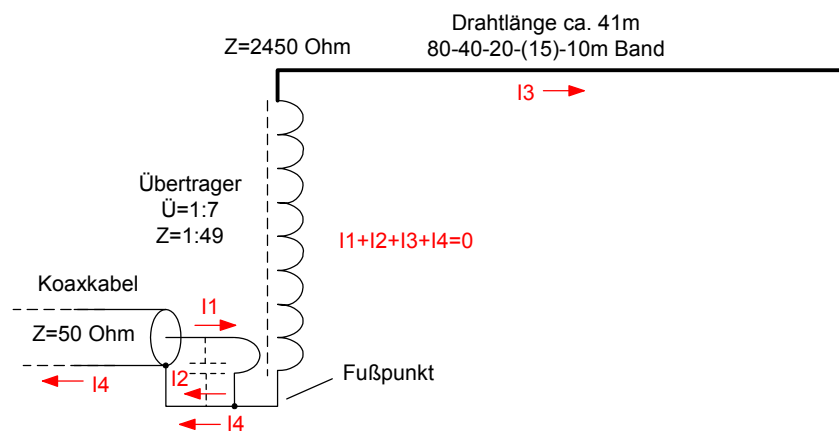
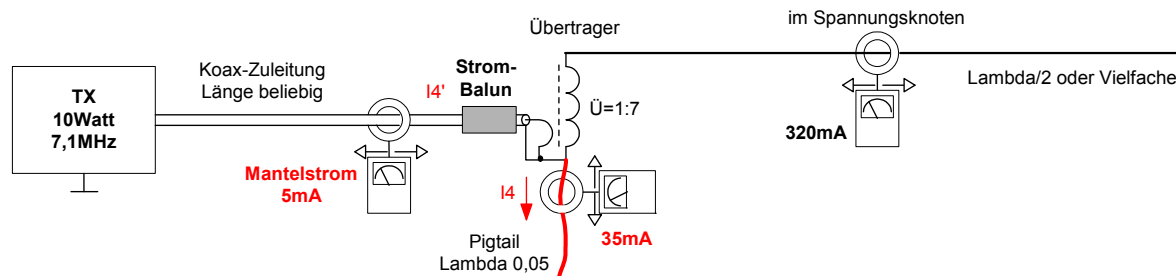
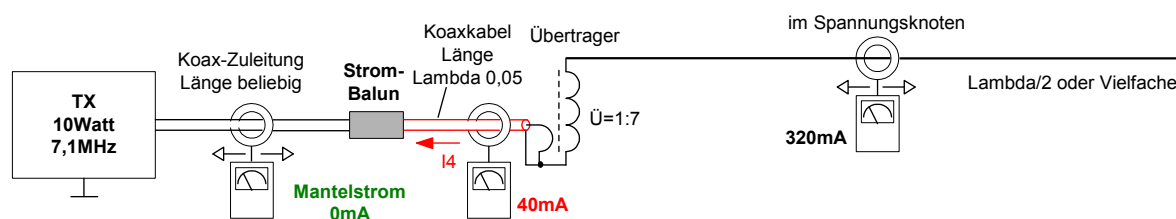

Bild 1: Prinzip einer HyEndFed-Antenne mit Resonanzen auf 80, 40, 20, 15 und 10m (4)
Bild 12: Pigtail plus Mantelwellensperre am Eingang des Übertragers
Bild 13: Koaxkabel ($\lambda 0,05$) als Gegengewicht zwischen Mantelwellensperre und Übertrager
Endgespeiste Multiband-Antennen (HyEndFed) sind sehr beliebt und mittlerweile weit verbreitet. Die Antennen sind einfach im Aufbau, werden von einem Ende aus gespeist und sind je nach Länge auf allen KW-Bändern resonant. Bild 1 zeigt den typischen Aufbau einer HyEndFed. Ein breitbandiger Übertrager mit $\dot{U}=1:7$ (oder 1:8) transformiert das 50Ω Signal des TRX auf eine hohe Impedanz von 2450 (3200)Ω und speist damit einen Antennendraht der Länge $\lambda/2 \times n$. Ist das Draht ca. 40 lang, befindet sich die Antenne in Resonanz auf 80m als Halbwellenstrahler, auf 40m als Ganzwellenstrahler, auf 20m mit 2λ und auf 10m mit 4λ . Auf all diesen Bändern ist die Antenne im Speisepunkt hochohmig und angepasst, die Wellenausbreitung beginnt und endet in einem Spannungsbauch. Eine Abstimmung über Matchbox ist nicht erforderlich. Der Kondensator (150pF) im Primärkreis dient zur Kompensation der Sekundärkapazität und hat auf die Resonanzen keinen Einfluss.
Nach Angaben von Herstellern (1), benötigt die HyEndFed-Antenne im Fußpunkt keine Erdung oder Gegengewicht. Die Praxis zeigt, dass die Antenne, je nachdem wie und wo sie aufgebaut ist, entweder problemlos funktioniert oder auch nicht. Aufgrund der unzureichenden Symmetrierung am Einspeisepunkt der Antenne, entsteht ein Ausgleichsstrom (I4), der über die Kurzschlussverbindung zwischen Primär- und Sekundärspule (Bild 1) auf die Abschirmung des angeschlossenen Koaxkabels abfließt und dadurch Mantelwellen produziert. Wären die Spulen im Fußpunkt nicht miteinander verbunden, müsste die Antenne über ein separates, zusätzliches Gegengewicht verfügen, ansonsten
Erst wenn man zusätzlich einen hochinduktiven Strombalun direkt vor den Eingang des Übertrager schaltet (Bild 12, 4), sperrt dieser die Gleichtaktströme auf der Leitung, so dass der größte Teil des Ausgleichsstroms über das Pigtail abfließen kann und die Koaxleitung anschließend fast frei von Mantelwellen ist. Ein kleiner Nachteil dieser Konfiguration ist, dass die Sperrdämpfung (Induktivität) des Strombaluns sehr hoch sein muß, weil er an der hochohmigen Stelle der Antenne platziert ist. Aufgrund des endlich hohen Widerstands eines Strombaluns (bis 10kΩ), fließt deswegen immer noch ein geringer Mantelstrom von ca. 5mA zurück auf die Koaxleitung.
Im Aufbau nach Bild 13, wird der Strombalun erst in einer Entfernung von $\geq 0,05 \lambda$ zum Übertrager angebracht, so dass das Stück Koaxleitung zwischen Balun und Übertrager als Gegengewicht agieren kann. Aufgrund der Entfernung zum Übertrager, befindet sich der Strombalun auch nicht mehr im Spannungsmaximum und kann seine sperrende Wirkung dadurch besser entfalten. Ein zusätzliches Pigtail als Gegengewicht am Fußpunkt der Antenne, ist jetzt nicht mehr erforderlich. Anschließend ist Koaxleitung zwischen TX und Balun völlig frei von Mantelstrom (0mA). Die Koax-Zuleitung wirkt jetzt auch nicht mehr als Empfangsantenne für den häuslichen Störnebel, so dass sich das Grundrauschen meines Empfängers in den Schaltungen nach Bild 12 und 13 im 80m-Band von zuvor S8 auf S5 verkleinerte. Der Einsatz einer Mantelstromsperre ist also auf jedem Fall empfehlenswert.
Der gemessene Antennenstrom, Mantelwellenstrom und der Grundrauschpegel des Empfängers, ist in Tabelle 1 nochmals zusammengefasst. Der HF-Strom auf der Antenne ist in allen Konfigurationen fast gleich groß und eine Aussage, die Antenne könne "so oder so" nicht funktionieren, ist nicht haltbar. Auch ohne ein externes Gegengewicht (Bild 1) arbeitet die Antenne, jedoch muß bei höheren Leistungen mit Problemen durch Mantelwellen gerechnet werden. Ein zusätzliches Gegengewicht plus Mantelwellensperre, wie in Bild 12 und 13, zeigt gute und sichere Ergebnisse. Insbesondere der Gewinn an Empfänger-Empfindlichkeit (Rauschreduzierung) bei niedrigen Frequenzen, die vorher vielleicht gar nicht bemerkt oder beachtet wurde, kann durch Einsatz einer Mantelwellensperre erheblich sein.